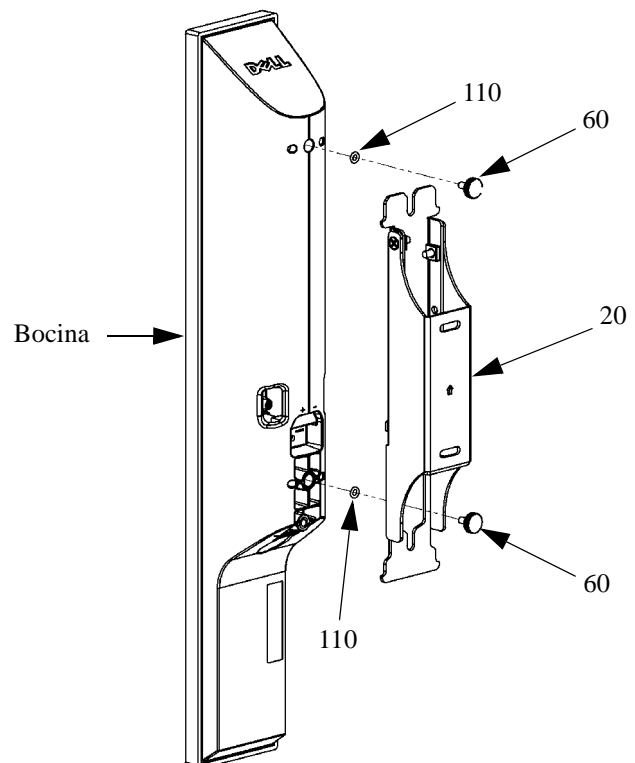

Figura 14. Instale la bocina utilizando dos tornillos manuales
1. Instale dos tornillos manuales (50) y dos anillos "O" (110) dentro de los orificios roscados de la bocina. No apriete los tornillos manuales en este momento. (Véase la figura 14).